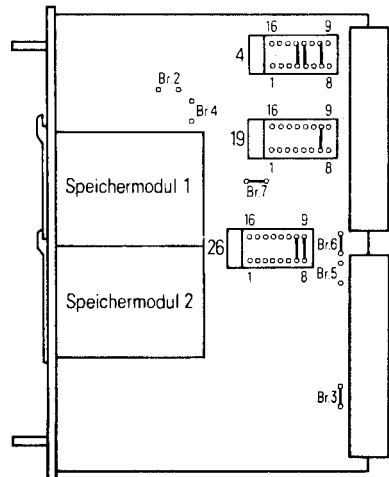

Bild 7 Speicherbaugruppe 350/1
- Brücken 4.4–13, 4.5–12 und 4.7–10 einlegen (Bild 7).
Brücke 19.7–10 einlegen (Bild 7).
Brücken 26.7–10 und 26.8–9 einlegen (Bild 7).